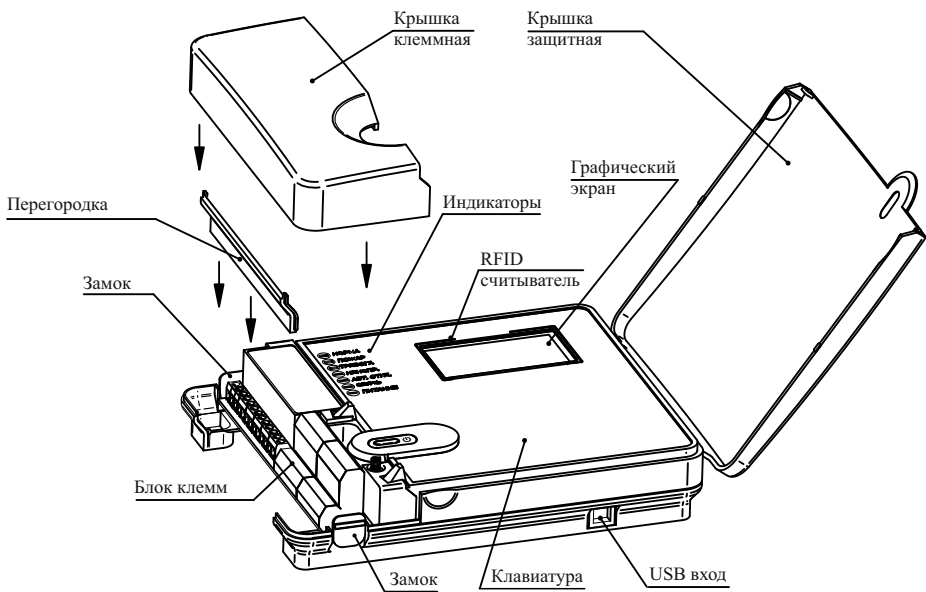

Рисунок 10
- б) обеспечить доступ к клеммным соединителям прибора, для чего необходимо (рисунок 10):